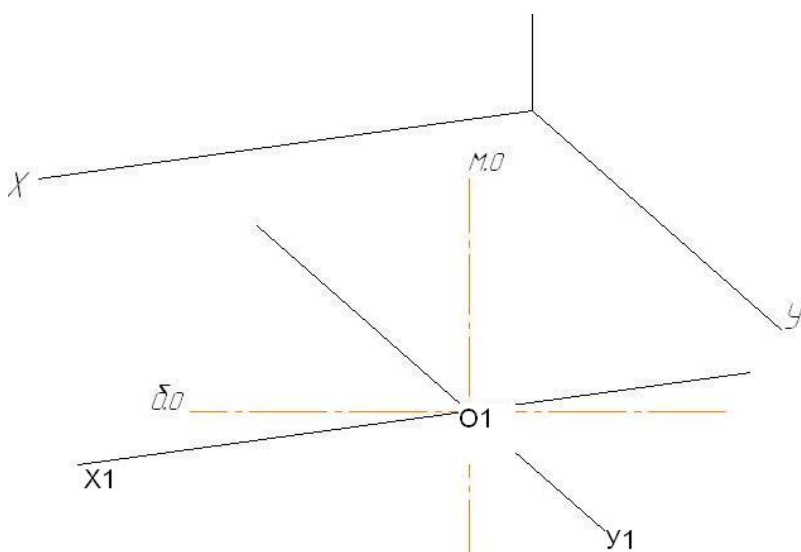

рис.6
- 1.1. Малую ось начертить параллельно OZ (рисунок 6)
- 1.2. Большую ось начертить перпендикулярно малой. (рисунок 6)
- 1.3. Точку пересечения обозначить O_1 (рисунок 6)
- 1.4. Начертить линии через точку O_1 параллельные OY и OX (рисунок 6)